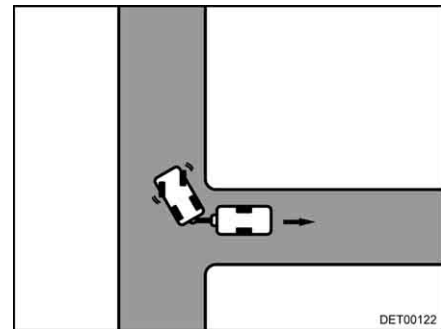

Fig. 17 Braquer à droite
- Braquer à droite et avancer prudemment en marche arrière (Fig. 17).